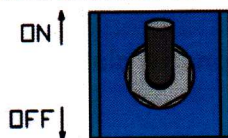

Fig. 3.8.3 Sortie en secours du train d'atterrissage.
En cas de mauvais fonctionnement de la pompe hydraulique, mettre en position OFF l'interrupteur "HYDRAULICS" (fig. 3.8.3-1), la sortie du train s'effectuera par gravité avec l'aide de verins à gaz. Le train sortira même en cas de panne électrique. La sortie du train en secours est terminée lorsque les trois lampes vertes sont allumées sur le tableau de bord.
2. Soulever la protection de la poignée du parachute de secours (1) (fig. 3.8.3-1).